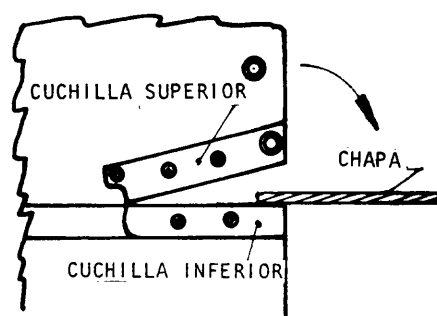

Fig. 3
- b Tome la chapa, previamente trazada y graneteada y apóyela sobre el extremo de la cuchilla inferior (fig. 3).